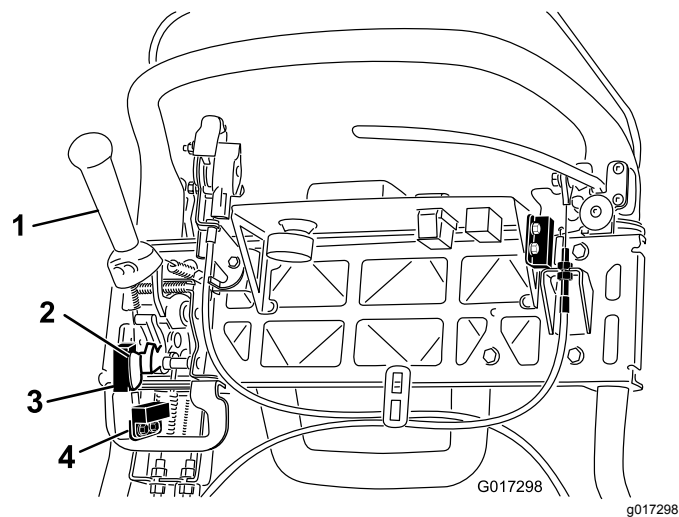

Figure 42
4. Desserrez les fixations du contacteur de sécurité (Figure 42).
5. Placez une cale de 1,6 mm d'épaisseur entre le levier de commande de déplacement et le contacteur de sécurité (Figure 42).
4. Desserrez les fixations du capteur de tonte (Figure 42).
5. Placez une cale de 1,6 mm d'épaisseur entre l'indicateur de capteur de tonte et le capteur de tonte (Figure 42).